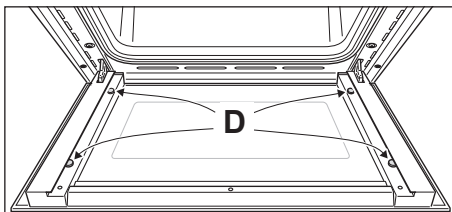

Fig. 10.54
- Verificare che i 4 distanziatori "D" siano nella loro posizione (fig. 10.54).